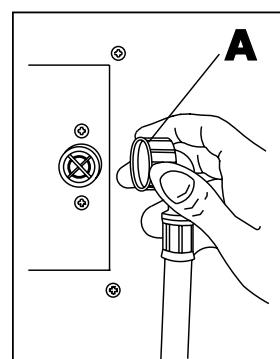

fig. 6
- Conectar al racor de 3/4" GdeI horno el tubo de alimentación del agua enroscando la boquilla (A - Fig. 6). Interponer en el circuito un filtro mecánico específico y un grifo de interceptación.